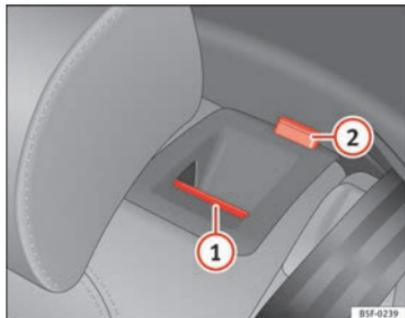

Fig. 91 Sur le dossier de la banquette arrière : touche de déverrouillage ① ; repère rouge ②
- Appuyez la touche de déverrouillage ⇒ fig. 91 ① vers l'avant et, en même temps, rabaissez le dossier.
- Le dossier arrière est débloqué quand le repère rouge est visible sur la touche ②.
Le dossier arrière est débloqué quand le repère rouge est visible sur la touche → fig. 91 ②.